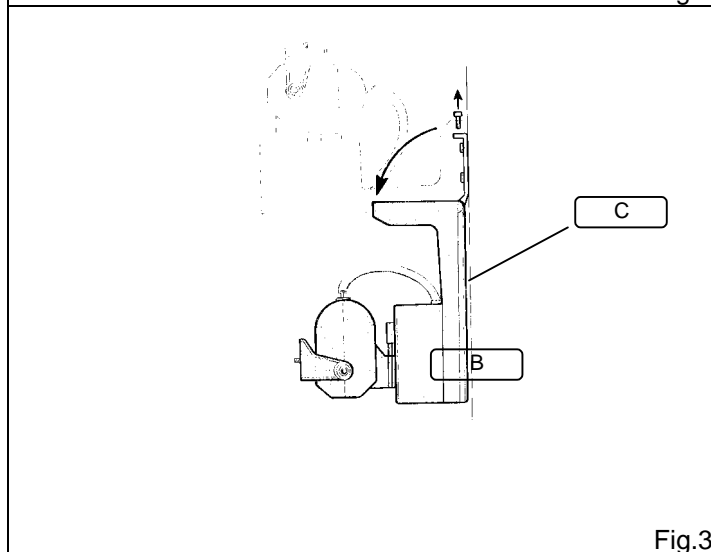

Fig.3
5. Agganciare in sequenza il coperchio **C** ed il brandeggio alla placca di alluminio **B** (Fig.3)